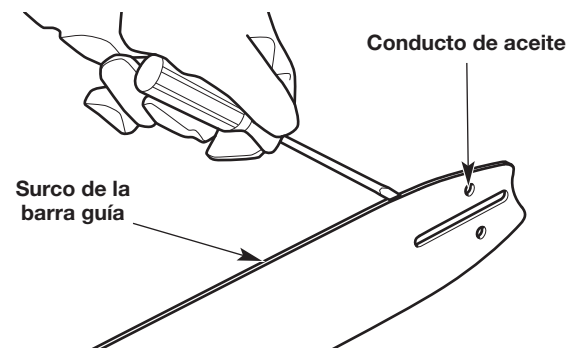
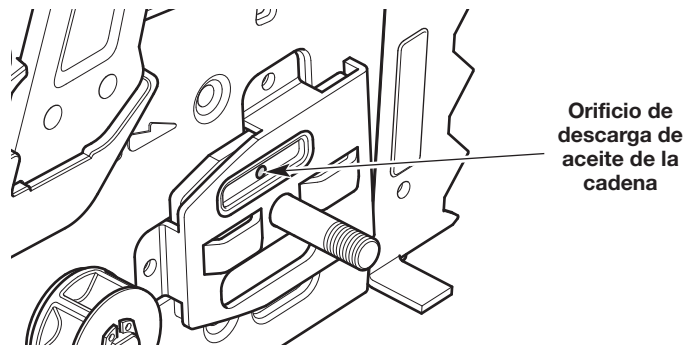

Fig. 48
Fig. 49
2. Limpie la canaleta de la barra de guía y los pasos de aceite siempre que se extraiga la cadena, cuando la unidad se ha usado mucho o cuando la cadena de la sierra parece estar sucia. Use un destornillador, una espátula, un cepillo de alambre o similar para retirar los residuos de la canaleta de la barra de guía (Fig. 48). Utilice un alambre liso y pequeño para eliminar cualquier desecho del orificio de descarga de aceite de la cadena (Fig. 49).